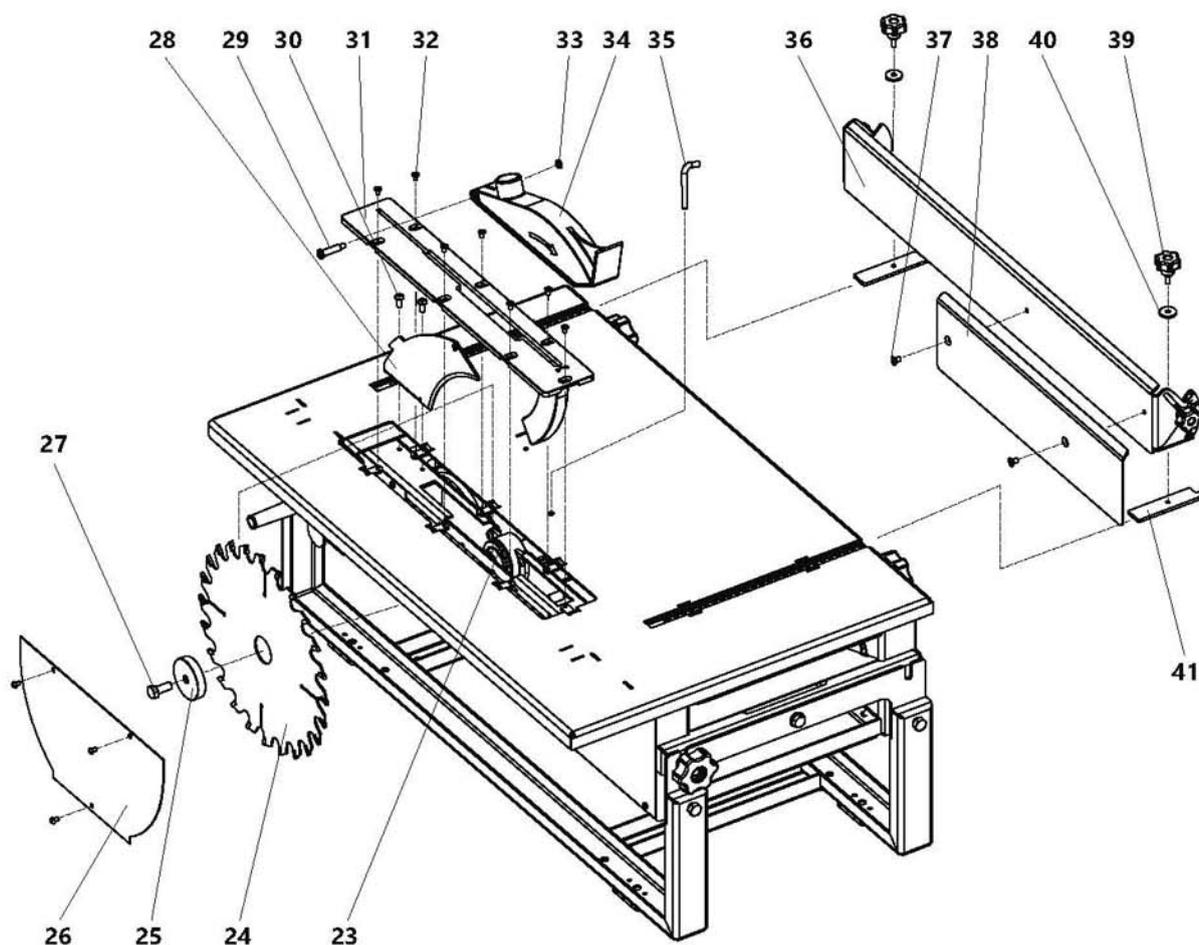

Рисунок 6. Схема сборки станка на операцию пиления
Перед началом работы следует произвести подготовку и наладку станка (рис. 6).
- установить дисковую фрезу 51 и прижать обратной стороной опорной шайбы 25 и зафиксировать болтом 27 (рис. 6);